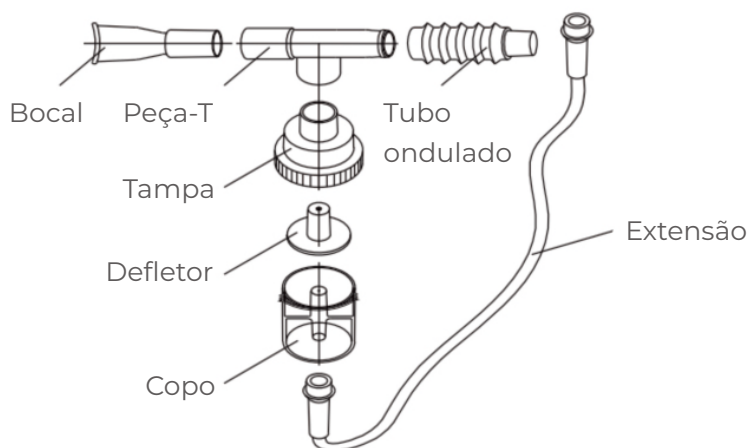

Figura 8: Componentes do nebulizador
- Conecte uma extensão na interface do nebulizador e sua extremidade ao copo do nebulizador, então ligue o concentrador de oxigênio (Figura 8). A terapia de nebulização iniciará imediatamente.
Remoção: O filtro de espuma está localizado na lateral da máquina. Para acessá-lo deve-se remover a tampa e retirá-lo do equipamento. O filtro de entrada do compressor está localizado na parte posterior do dispositivo, sendo necessário remover a sua tampa e substituí-lo (Figura 8).